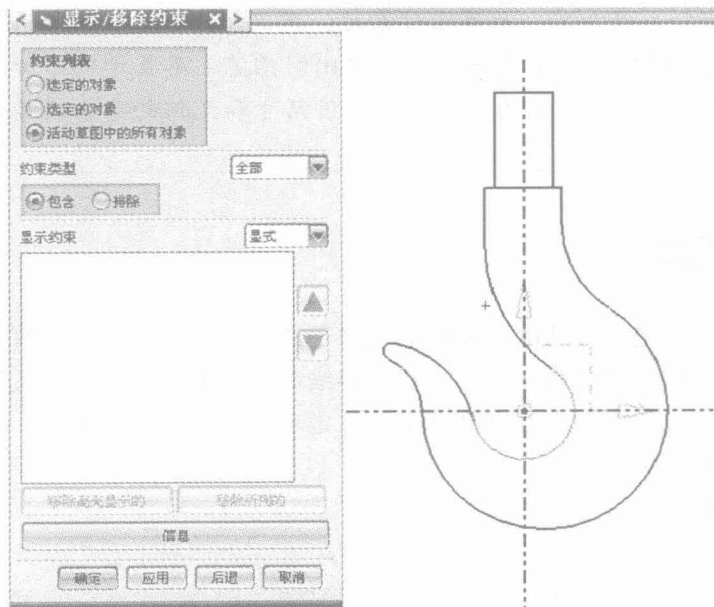

图 1-14 移除约束
(13) 单击“特征”工具栏上的“显示/移除约束”按钮, 系统弹出“显示/移除约束”对话框, 选中“活动草图中的所有对象”, 单击【移除所列的】按钮, 移除约束显示, 结果如图 1-14 所示。单击【确定】按钮。